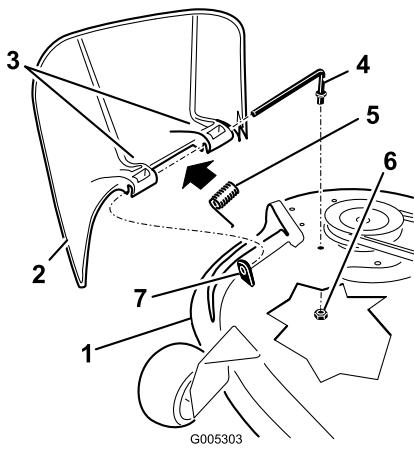

Figure 48
1. Repérez les éléments illustrés (Figure 48).
2. Retirez l'écrou (3/8 pouce) de la tige, sous le plateau de coupe (Figure 48).
3. Sortez la tige de la courte cheville de positionnement, du ressort et du déflecteur d'herbe (Figure 48). Enlevez le déflecteur s'il est endommagé ou usé.
4. Remettez en place le déflecteur d'herbe (Figure 48)
6. Placez le ressort sur la tige, les fils d'extrémité dirigés vers le bas, entre les supports du déflecteur d'herbe. Insérez la tige dans le deuxième support du déflecteur d'herbe (Figure 48).
7. Insérez la tige à l'avant du déflecteur dans la courte cheville de positionnement sur le plateau. Fixez l'extrémité arrière de la tige dans le plateau de coupe à l'aide d'un écrou (3/8 pouce) (Figure 48).